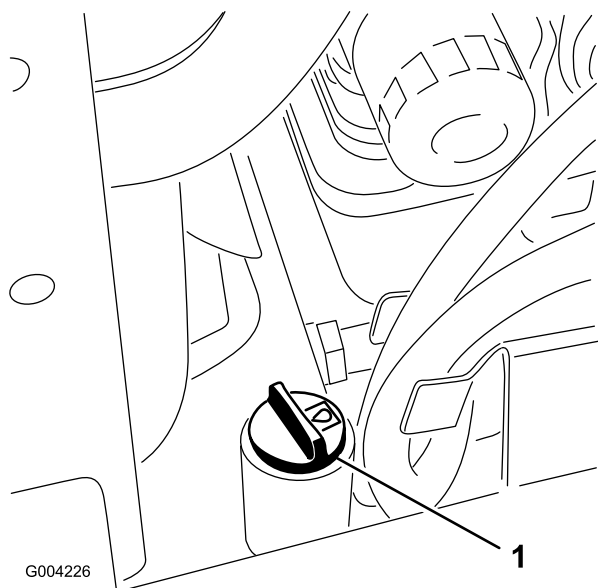

Рисунок 18
5. Очистите зону вокруг заливной горловины и крышки гидравлического бака (Рисунок 18).